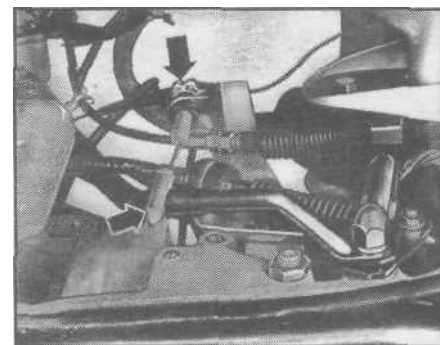

Рис. 2.2. Гайка регулировки троса педали акселератора
- Проверьте, находится ли рычаг переключения передач в положении P, затем ослабьте гайку регулировки троса педали акселератора и отсоедините трос [рис. 2.2].